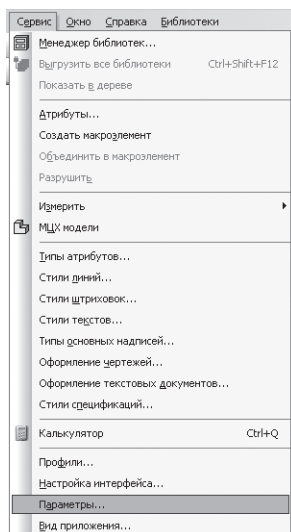
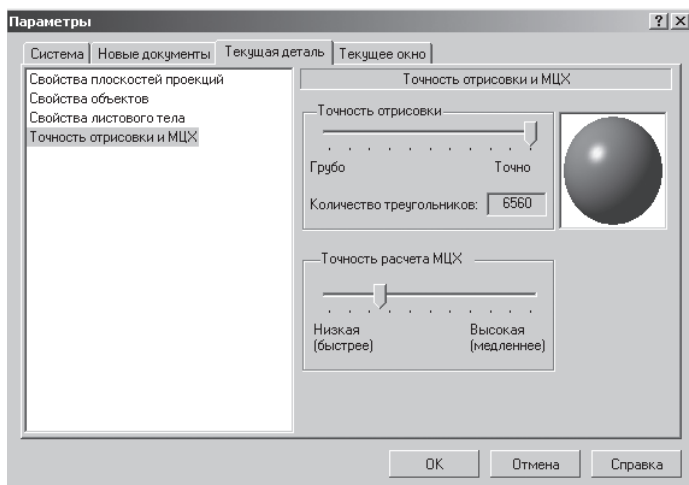

Рис. 133
Рис. 134
- на строке **Меню** выберите **Сервис – Параметры** (рис. 133), после щелчка ЛКМ раскроется диалоговое окно, укажите **Текущая деталь – Точность отрисовки и МЦХ** (массоцентровочная характеристика). В справочном поле диалога будет показан условный коэффициент точности отображения – количество треугольников, а в окне просмотра – изображение поверхности сферы при выбранной степени точности. «Бегунок», удерживая ЛКМ, переведите в положение **Точно**. Настроив точность отрисовки и расчетов, нажмите кнопку **ОК** диалога (рис. 134). *Чем выше точность, тем более «гладким» выглядит изображение;*